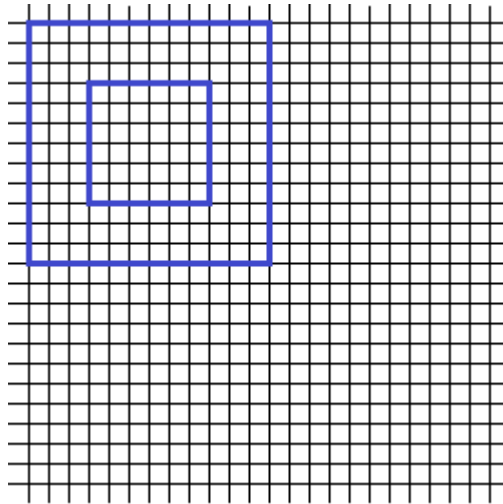

Рисунок 3.5 – Расположение метрического квадрата на поле ячеек памяти
- поскольку ячеек много, то для оценки используйте метрический квадрат окуляра осциллографа (рисунок 3.5); двигая метрический квадрат вдоль любой из сторон поля, оцените, сколько таких квадратов N_1 укладывается на стороне;